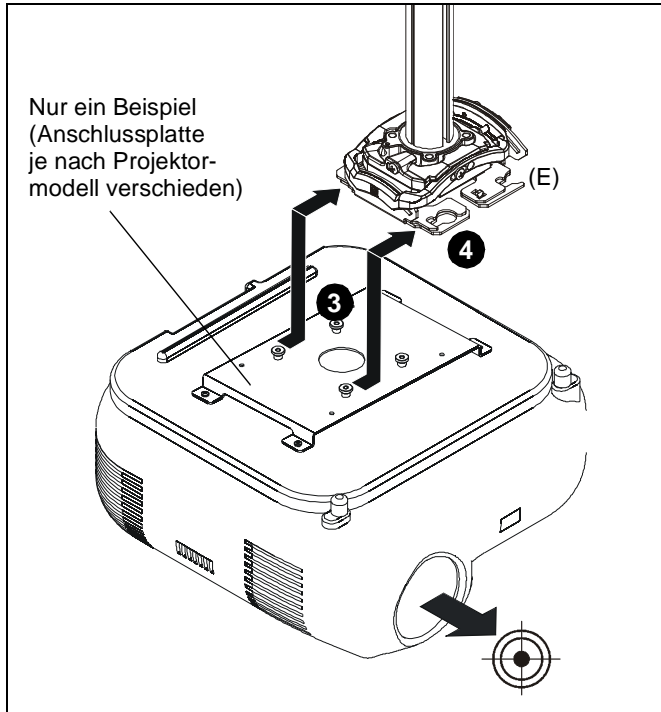

Abb. 4
2. Richten Sie den Projektor mit der Anschlussplatte aus. (See Figure 4)
3. Halten Sie den Projektor so, dass die Schrauben mit den Flügelmutter nach den Montageschlitz in der Montagebasis ausgerichtet sind. (See Figure 4)
4. Schieben Sie den Projektor mit der Anschlussplatte in die Montageschlitz der Montagebasis, bis sich die Schrauben am hinteren Ende der Schlitz befinden. (See Figure 4)